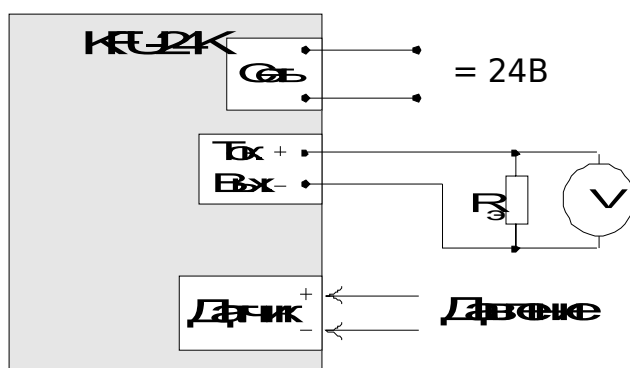

рис. 5
1.5. Подключить прибор по схеме указанной на рис. 5
1.12.1. Подключить прибор по схеме указанной на рис. 5